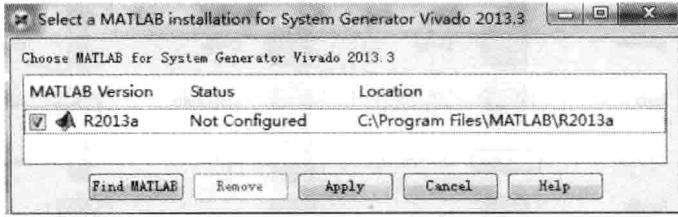

图 6.2 MATLAB 配置界面
(1) 在正确安装 MATLAB R2013a 工具和 Vivado 2013.3 设计套件后,在 Windows 环境的桌面下,选择开始→所有程序→Xilinx Design Tools→Vivado 2013.3→System Generator→System Generator 2013.3 MATLAB Configurator,打开配置界面。
(2) 如图 6.2 所示,选中 R2013a 前面的复选框。
(3) 单击 OK 按钮。
(4) 出现 Info 对话框界面。
(5) 单击 OK 按钮,退出配置界面。